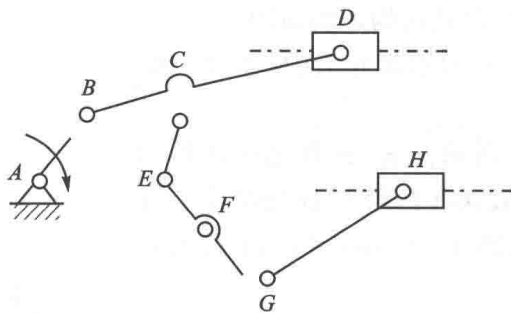

图 1-15 取构件 AB 为原动件时机构的基本杆组分解图
② 当取构件 AB 为原动件时,机构的基本杆组分解图如图 1-15 所示。当取构件 AB 杆为原动件时,除原动件与机架外,其余从动件可分解为 3 个 II 级杆组,故此机构为 II 级机构。